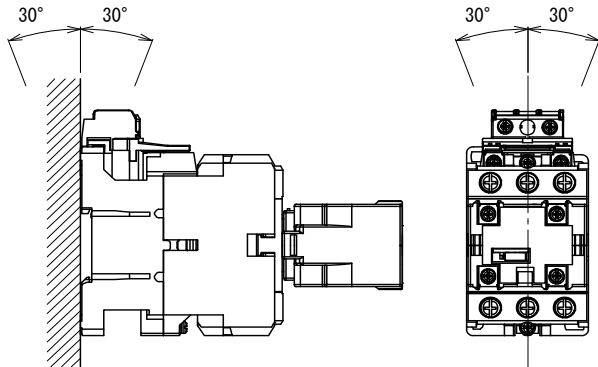

图 1 Fig. 1 図 1
- (1) 请垂直安装。允许倾斜角度在 30° 以内。(图 1)
- (1) Mount in a dry, clean and stable location.
- (2) Mounting on a vertical surface. The product must not incline more than 30° . (Fig. 1)
- (1) 湿気、じんあい、振動の少ない所に設置してください。
- (2) 垂直面に取付けてください。許容傾斜角度は 30° 以内です。(図 1)